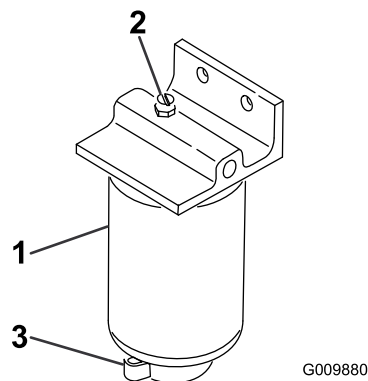

図 58
3. フィルタ容器 図 58 下部のドレンプラグをゆるめて水や異物を流し出す。
2. フィルタ容器(図 58)の周辺をウェスできれいにぬぐう。